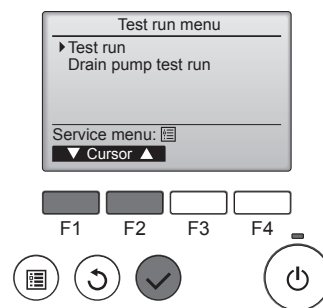

Fig. 8-2
- ② Wählen Sie "Test run" (Testlauf) aus dem Test run-Menü, und drücken Sie die [AUSWAHL]-Taste. (Fig. 8-2)
- ③ Der Testlauf beginnt und der Testlaufbildschirm wird angezeigt.